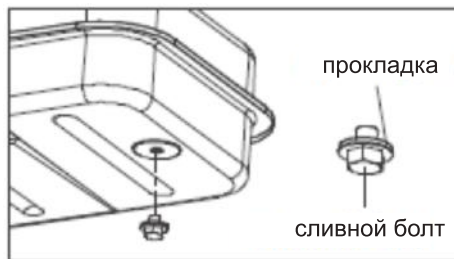

Рис. 12
3. Слейте залитое топливо через сливное отверстие, открутив сливной болт (рис. 12) (кроме TP22ДП)..